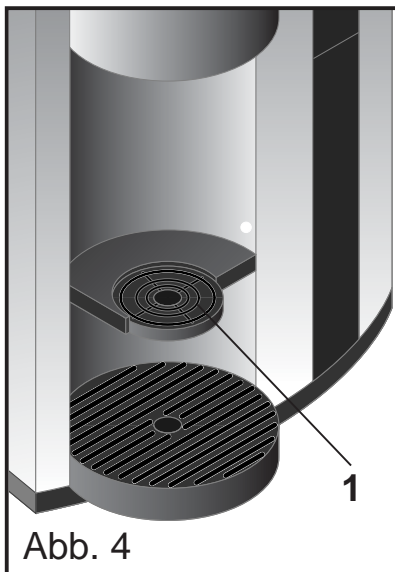

Abb. 4
Nach Entfernen der Kanne schwenkt die Tassentrage (1) automatisch zurück. (Abb. 4)